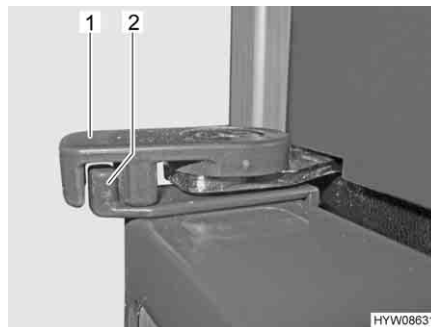

Bild 74 Arretierung der Kühlschranktür in Lüftungsstellung
■ Verriegelung (Bild 74,1) zur Kühlschrankmitte drehen. Die äußere Aussparung der Verriegelung muss dabei über die Verriegelungsnase (Bild 74,2) gefahren werden. Die Kühlschranktür bleibt damit leicht geöffnet.